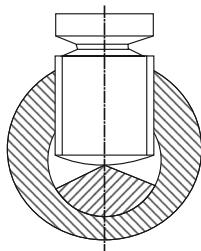
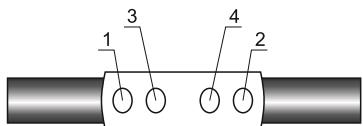

Рисунок 10
Рисунок 11
**4.22** При использовании гильз со срывными болтами ввести конец жилы в полость гильзы таким образом, чтобы вершина сектора сечения жилы совпадала с осями сжимных болтов (рисунок 10), затем плавно, без рывков, затянуть болты до срыва головок, начиная с крайних (рисунок 11), придерживая гильзу трубным ключом или специальным приспособлением. Выступы болтов спилить напильником до уровня поверхности гильзы, опилки тщательно удалить.